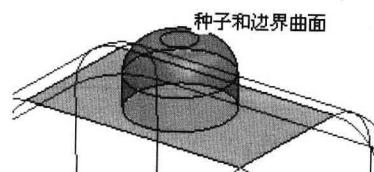

图 1.12
(3) 在工具栏中单击 按钮，然后单击 按钮，模型如图 1.12 所示。